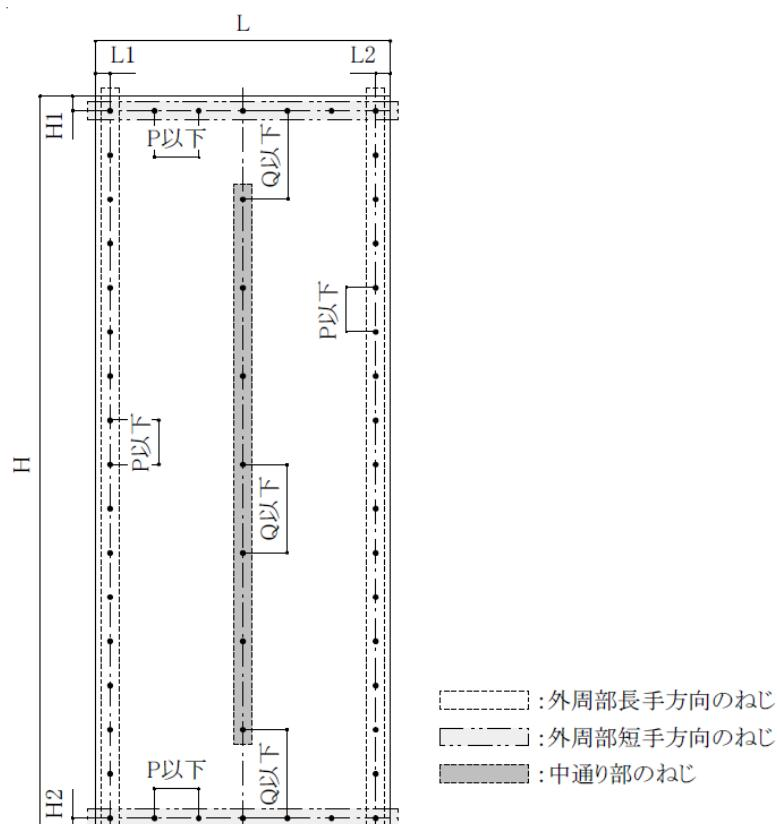

図5 THHT ネクストねじ留め付け本数概略
- 面材の外周部及び中通りの部分における、ねじ本数の算出方法について（図5参照）